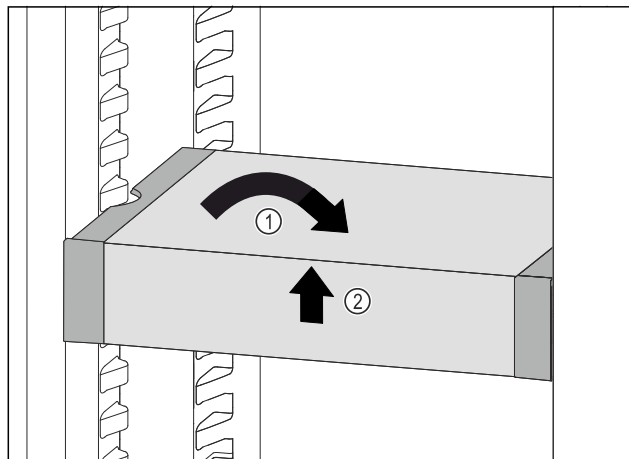

Fig. 130
- VarioSafe postavte rovno. Fig. 130 (1)
- VarioSafe nadvihnite vpredu. Fig. 130 (2)